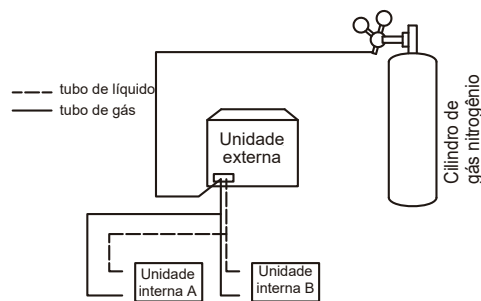

Figura 46
4. Use bujões cegos para bloquear todas as aberturas do lado do líquido (ou gás), exceto a abertura na unidade interna que for a mais distante das unidades externas ("unidade interna A" na Figura 46).